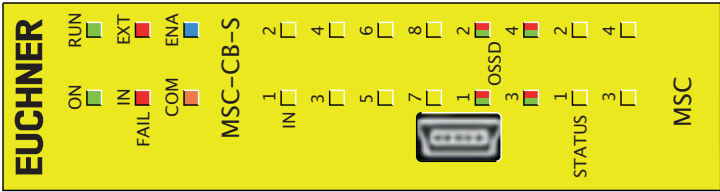

Bild 17:
8.3.2. Basismodul MSC-CB-S (Bild 17)